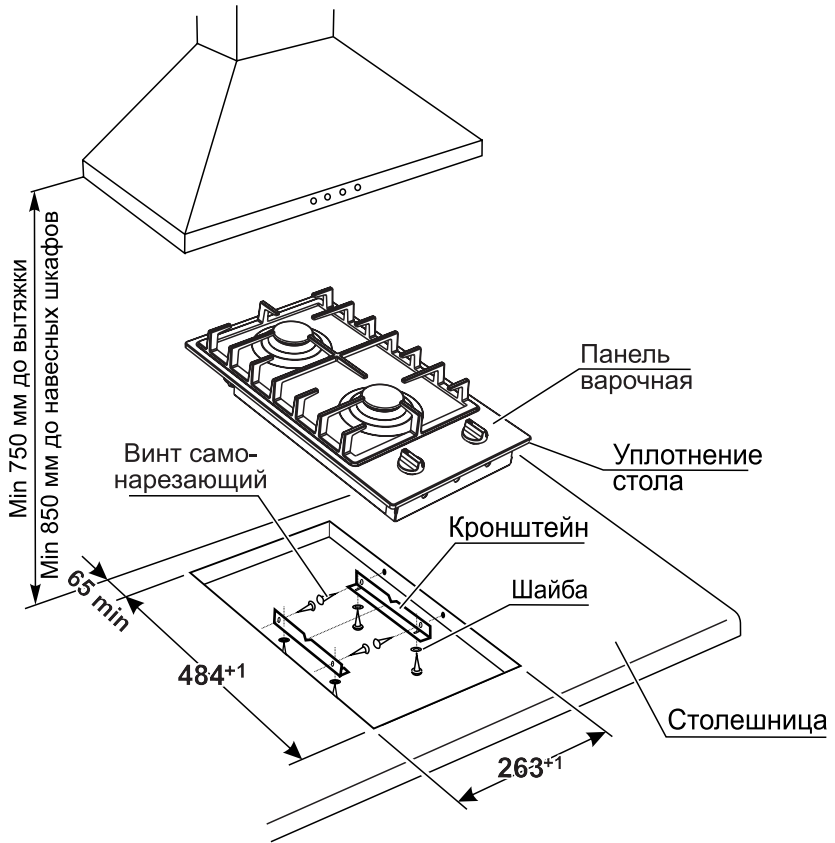

Рис. 7 ПВГ 1001, ПВГ 1002, ПВГ 1003
1. Точно разметить на столешнице контур проема под варочную панель в соответствии с рис. 7, 8, 9.